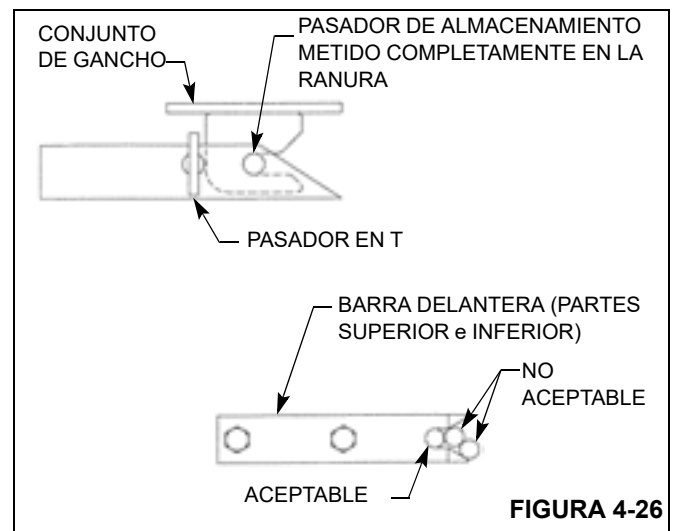

FIGURA 4-26
9. Cuando la pluma está completamente retraída, los pasadores de almacenamiento del plumín deben tocar fondo de modo seguro en los conjuntos de orejetas. Consulte la Figura 4-26.